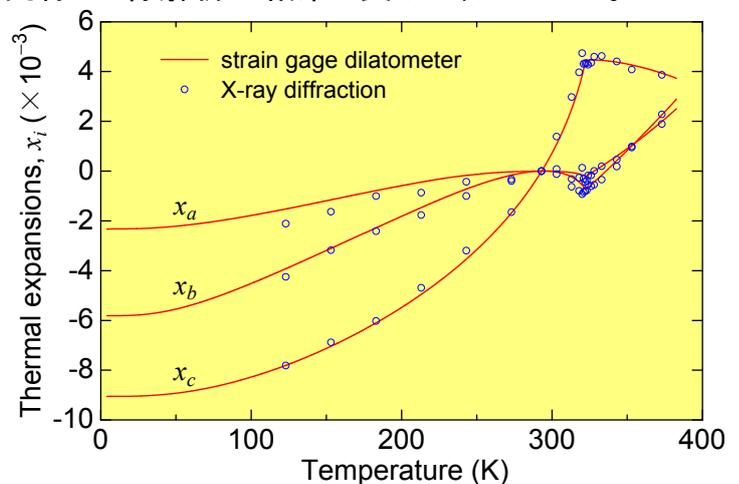

図2 熱膨張 $x_a$ ,  $x_b$ ,  $x_c$ の温度依存性
- ▶ 本熱膨張計による結果(赤い曲線)とX線回折で測定した格子定数から求めた結果(青い丸)は良く一致していた(図2)。また、相転移点322.6 K付近で明確な変化が認められる。この熱膨張計で測定した単斜角 $\beta$ の温度依存性も同様にX線解析の結果と良く一致していた。